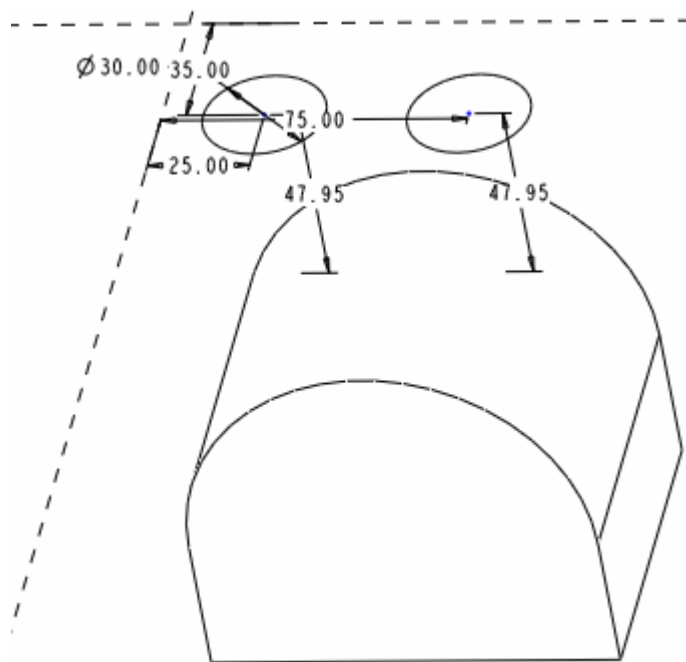

图 25-7
- (1) 在模型树中右击局部推拉特征  **局部拉伸 标识87**，在弹出的快捷菜单中单击【编辑】命令，模型中显示尺寸，如图 25-7 所示。